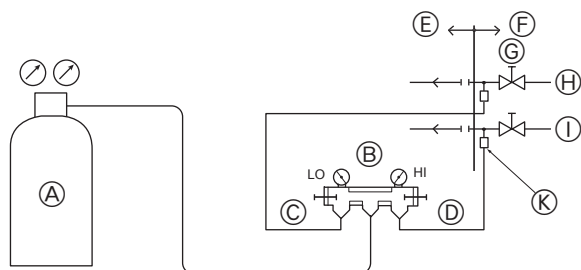

Fig. 5-11
① Проверка герметичности (Fig. 5-11)